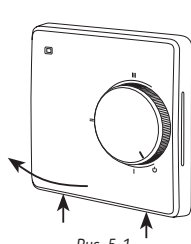

Рис. 5-1
1. Снимите лицевую крышку. Для этого тонкой шлицевой отверткой аккуратно поочередно надавите на защелки, расположенные снизу лицевой крышки терморегулятора, при этом потянув ее на себя (рис. 5-1).